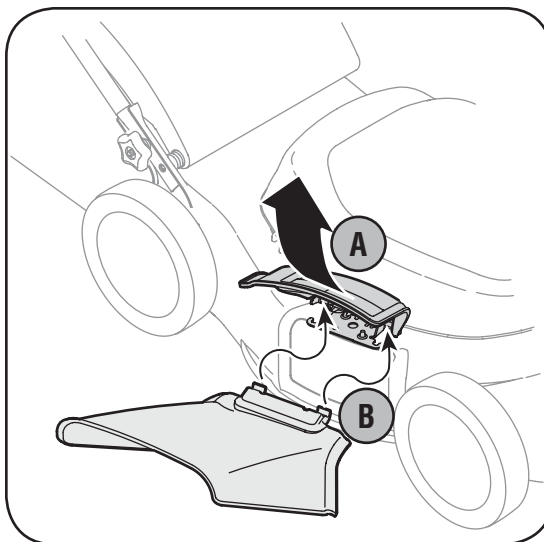

Figure 3-6
- Relevez le bouchon de déchetage sur le côté du plateau de coupe. Voir la Figure 3-6.